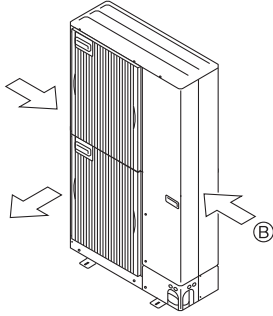

Fig. 2-5
- ③ Cihazın konumunu, mümkünse, hava çıkışından gelen havanın, mevsimsel rüzgarlarının yönüne dik gelmesini sağlayacak şekilde seçin. (Fig. 2-5)